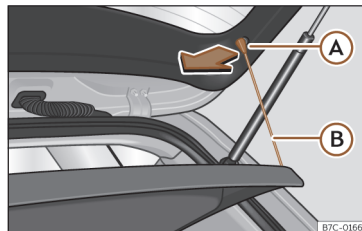

Abb. 161 Im Gepäckraum: Gepäckraumabdeckung aus- und einbauen.
- Hängen Sie die Haltebänder >>> (Abb. 161) (B) aus den Aufnahmen (A) aus.
- Hängen Sie die Haltebänder >>> (Abb. 161) (B) an der Heckklappe ein.